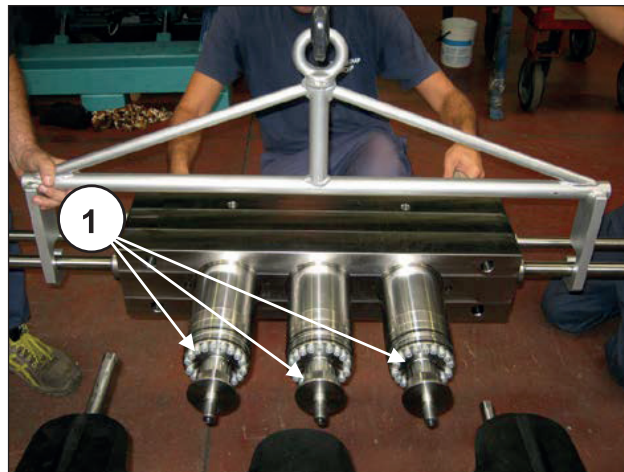

Fig. 185
La testata va rimontata coi pistoni inseriti nelle camicie (pos. ①, Fig. 185).